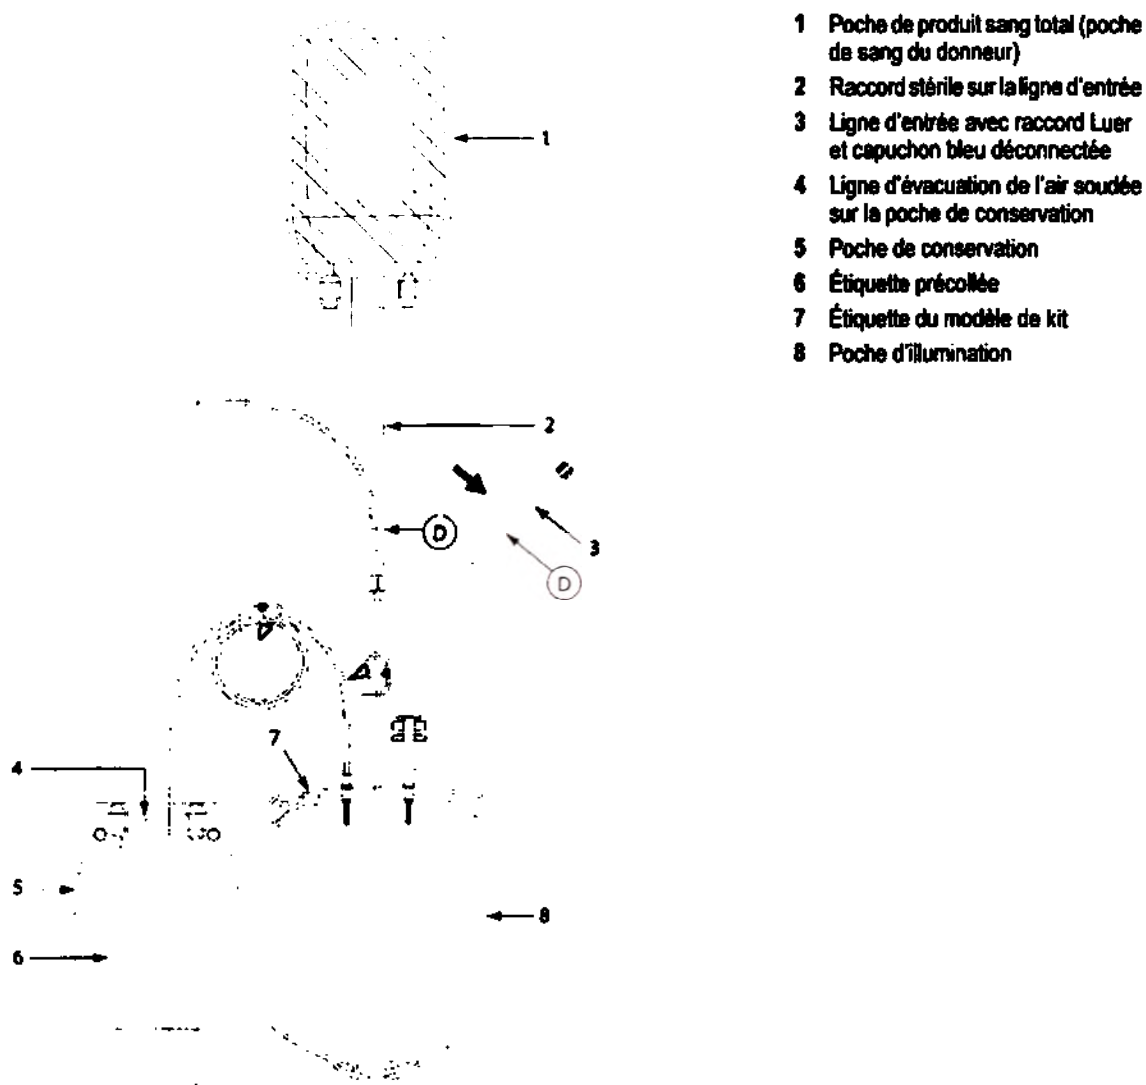

Figure 3 : Connexion de la poche de produit sang total à la ligne d'entrée de la poche d'illumination
5. À l'aide d'un dispositif de connexion stérile, raccorder la poche de produit sang total à la ligne d'entrée de la poche d'illumination (ligne ⑥) et retirer la partie de la tubulure qui possède un raccord Luer et un capuchon bleu, comme illustré à la figure 3. Ne pas ouvrir la connexion stérile pour l'instant. (Le sang total et la solution de riboflavine seront transférés vers la poche d'illumination en même temps à l'étape 8.)
Remarque : L'étiquette de modèle de kit suivante doit se trouver sur la poche d'illumination à l'emplacement illustré à la figure 3, n°7 :